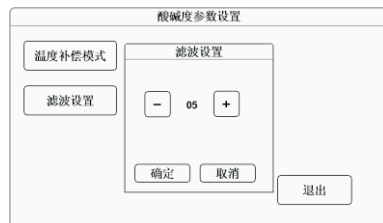

图2-6
- ◆ 滤波设置：点击滤波设置进入图2-6所示，按【-】或【+】键修改参数（00到60可选），数值越大稳定性越高，修改后按【确定】键确认。